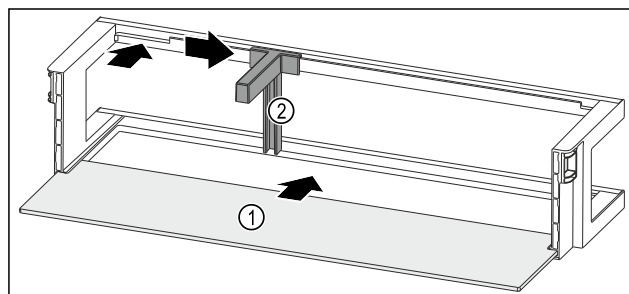

Fig. 96 Dvevní přihrádka s odkládací plochou
- Odkládací plochu Fig. 96 (1) zasuněte do bočních vybrání.
- Držák lahví Fig. 96 (2) vložte do vybrání.
- Držák lahví Fig. 96 (2) posuňte na stranu do požadované polohy.